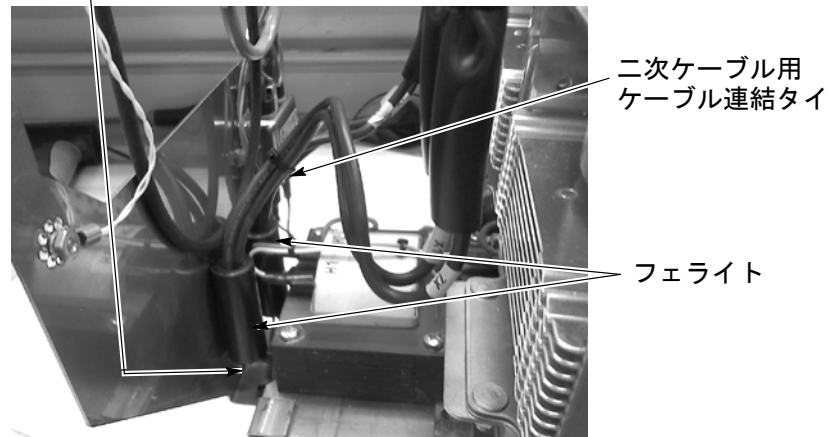

図 6-22 二次ケーブル上のケーブルタイの取付け
9. 図6-22を参照。図のように両トランスの二次ケーブルのフェライトを用意します。ケーブルタイをフェライトの下部に取付けてそれらが二次ケーブルを滑り落ちないようにして、二次ケーブルの両ペアを繋げる他のケーブルタイを約2インチ（51 mm）フェライト上に取付けます。